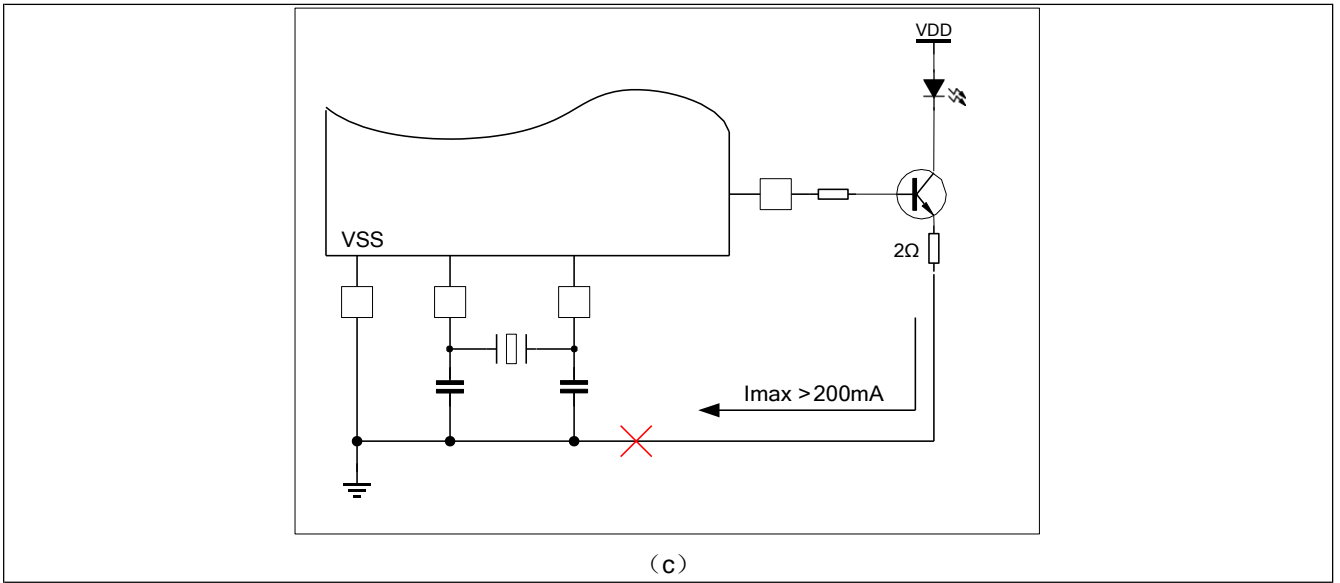

图 12 外接晶振不恰当走线
- ✧ 晶振电路附近尽量不要走高频信号，见图 12（a）。
- ✧ 晶振电路附近尽量不要有大电流回路，见图 12（b）。
- ✧ 不要有大电流流经晶振负载电容接地地通道，见图 12（c）。